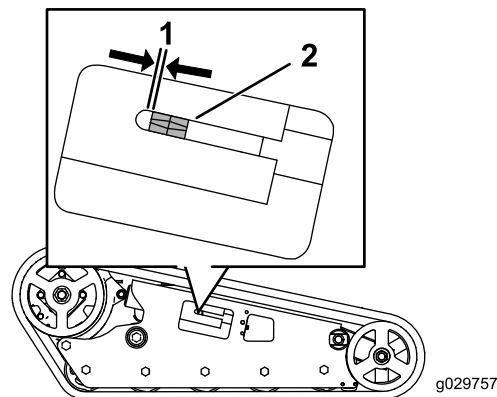

Bild 52
Die Spannmutter sollte einen Abstand von 0,64 cm von der Berührungslinie des Spannungsrohrschlitzes haben (Bild 52). Stellen Sie sonst die Kettenspannung mit den folgenden Schritten ein:
4. Drehen Sie die Spannschraube mit einem Sechskantschlüssel (1/2") nach links, bis der Abstand zwischen der Spannmutter und der Rückseite des Spannungsrohrs 0,64 cm beträgt, wie in Bild 52 abgebildet.
10. Drehen Sie die Spannschraube nach links, bis der Abstand zwischen der Spannmutter und der Rückseite des Gabelrohrs 0,64 cm beträgt (Bild 52).
10. Drehen Sie die Spannschraube nach links, bis der Abstand zwischen der Spannmutter und der Berührungslinie des Spannungsrohrschlitzes 0,65 cm beträgt (Bild 52).